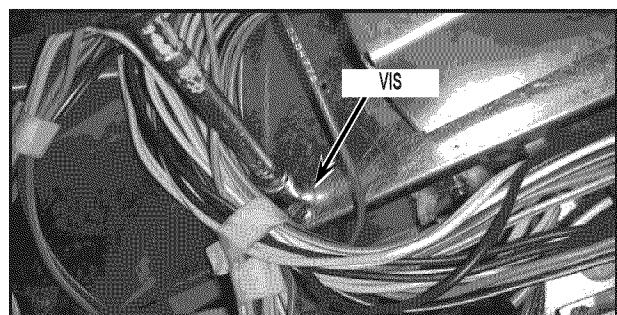

FIGURE 5
7. Retirer la vis fixant le conducteur de mise à la terre à l'ancien module HT. Mettre la vis de côté. Voir Figure 5.